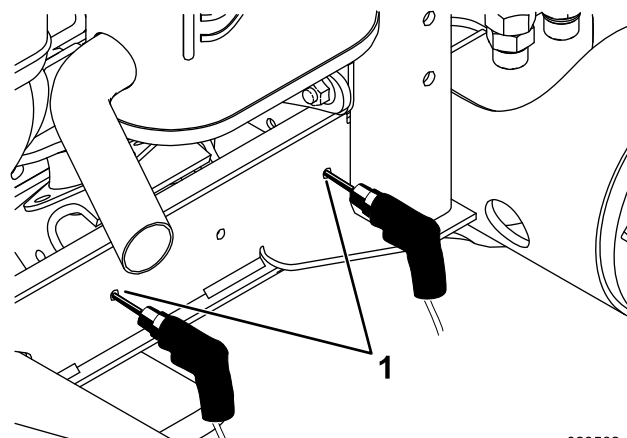

図 35
10. ステップ 8でマーキングした位置2カ所に、直径 7.1 mm の穴を開ける 図 35。